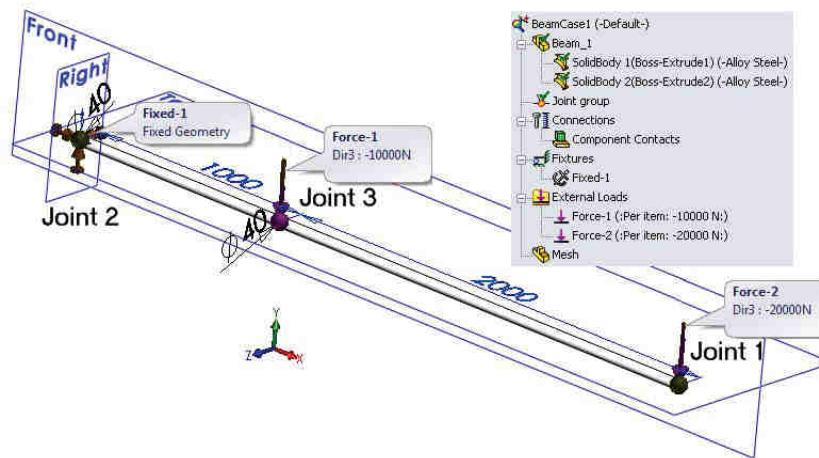

Fig. 4.11
- Procedura anterioară se va repeta pentru aplicarea forței de 20000 N în nodul **Joint1**, fig. 4.11.
- Repeat the previous procedure with the difference of applying the 20000 N concentrated load on **Joint1**, fig. 4.11.